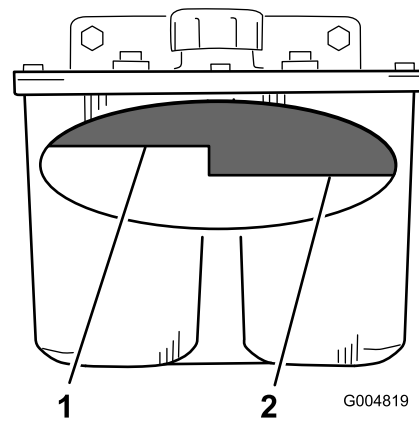

Figura 68
2. Limpie alrededor del cuello de llenado del depósito de aceite hidráulico (Figura 68).
3. Retire el tapón del cuello de llenado. Mire dentro para ver si hay fluido en el depósito (Figura 68).
**Nota:** El nivel de fluido debe llegar a la parte superior del nivel caliente del tabique cuando el fluido está caliente (Figura 68).